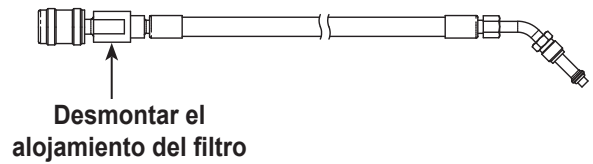

Figura 22
2. Desmonte la manguera de llenado del depósito en el alojamiento del filtro, como se muestra en la Figura 22.